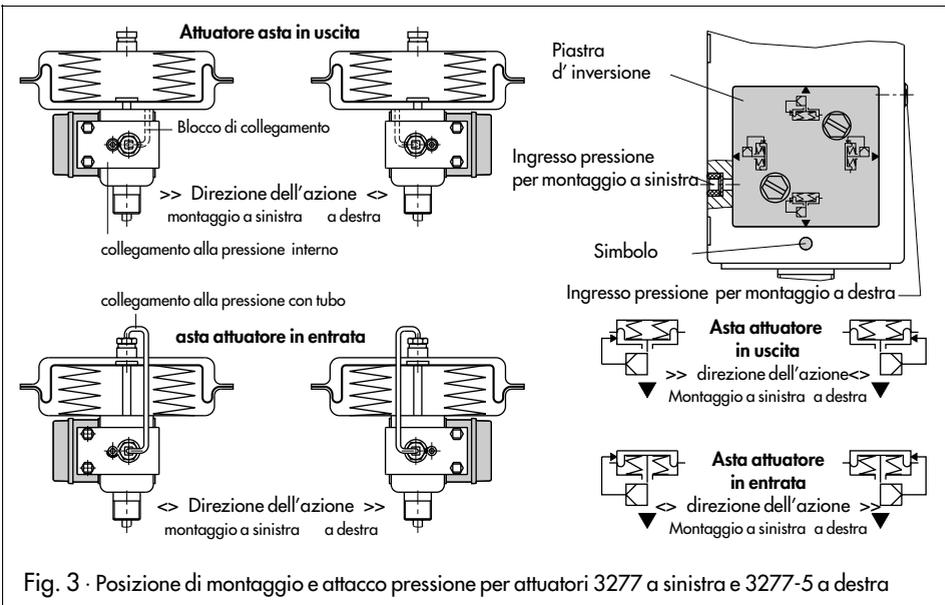

Fig. 3 · Posizione di montaggio e attacco pressione per attuatori 3277 a sinistra e 3277-5 a destra
La direzione dell'azione del posizionario, determina la posizione di montaggio sull'attuatore, che è mostrata nelle figure 3, 4 e 6. La piastra di inversione (7) deve essere montata in funzione di tale direzione.
Se il posizionatore deve essere montato successivamente, se la superficie dell'attuatore o la direzione dell'azione vengono modificate, bisogna prestare attenzione al corretto montaggio degli elementi di fissaggio (vedere Fig. 3 e 4 e le tabelle da 1 a 4).